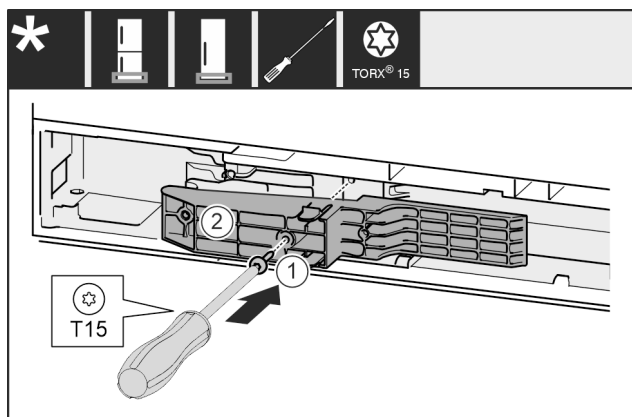

Fig. 67 *
- Ievietojiet adapteri Fig. 67 (1) padziļinājumā satveršanas pusē.*
- Ar skrūvgriezi pieskrūvējiet skrūvi Fig. 67 (2).*